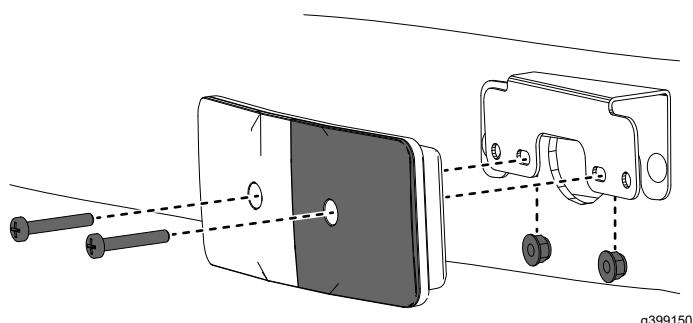

Bild 24
4. Installieren Sie die Lichter an den Halterungen mit der im Schritt 1 entfernten Hardware (Bild 24).